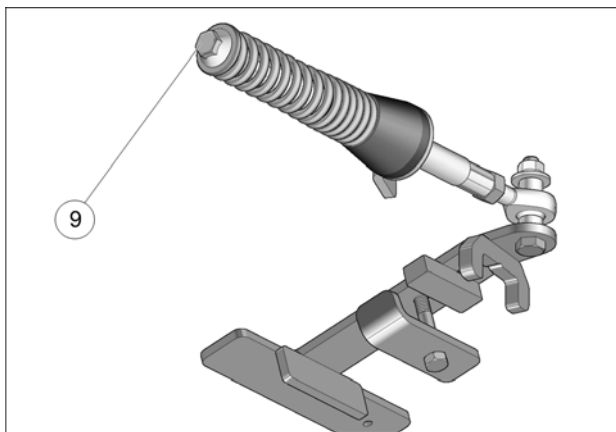

Fig. 17
8. Vérifier que le boulon du ressort (6) est serré au couple recommandé : 75 N•m [55 lb•pi]. Fig. 17